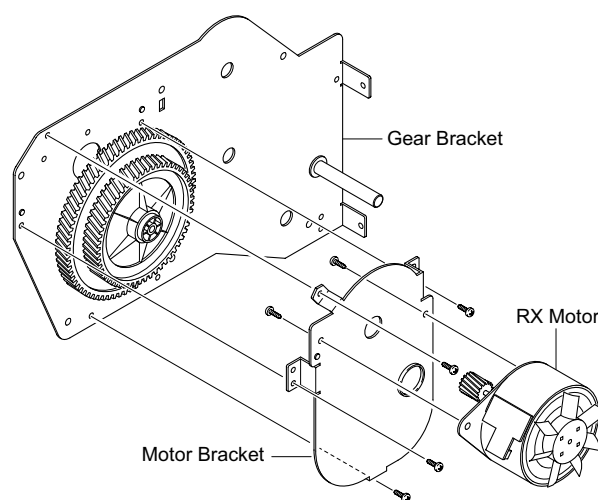

Рисунок 5
8. Открутите четыре винта, крепящие кронштейн двигателя, и снимите его. Затем выкрутите два винта, которые крепят двигатель, и снимите его, рисунок 5.